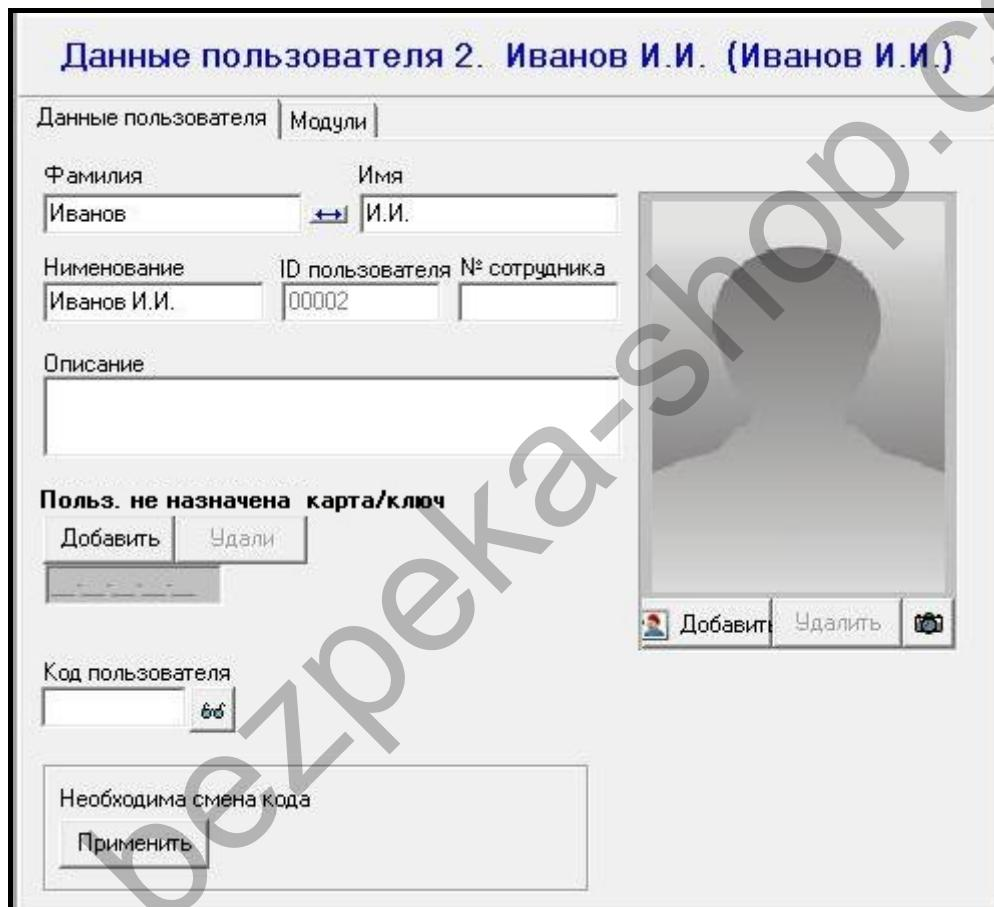

Рис. 26. Вкладка с данными пользователя в окне ПОЛЬЗОВАТЕЛИ.
7. Во вкладке Данные пользователя введите фамилию и имя, а также наименование пользователя (16 знаков). Наименование будет создано автоматически после ввода фамилии и имени пользователя, однако оно не обязательно должно быть с ними связано. Только наименование записывается в модуль. В ACCO-SOFT-LT в окне ПОЛЬЗОВАТЕЛИ наименование отображается в скобках (см.: рис. 26).